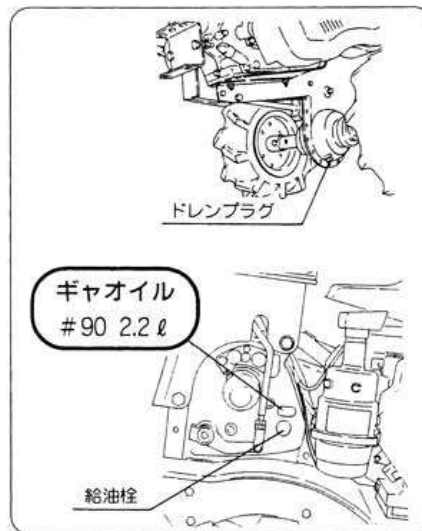

図30
- ① 排油口のドレンプラグを外して、汚れたオイルを流し出してください。(図30)
- ② トランスミッションの給油口の注油栓を外してください。(図30)
- ③ 汚れたオイルが完全に無くなったら、ドレンプラグを確実に締付けてください。
- ④ 機体を水平にしてください。
- ⑤ 給油口からミッションオイルSAE90番をゆっくりと流し込んでください。
- ⑥ 注油栓を確実に挿入してください。